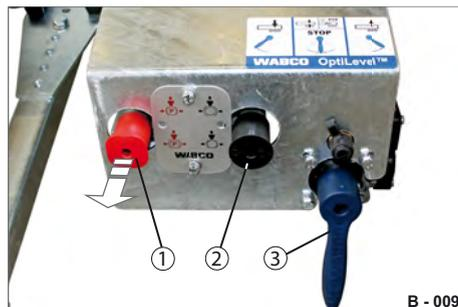

Abb. 10 Feststellbremse / Hub- / Senkanlage
- ▶ Prüfen Sie, dass der Schwenkhebel-Luftfederung (Abb. 10/3) sich in neutraler Stellung befindet. Der Anhänger ist nicht abgesenkt oder gehoben.
- ▶ Ziehen Sie die Federspeicher-Feststellbremse (Abb. 10/1).